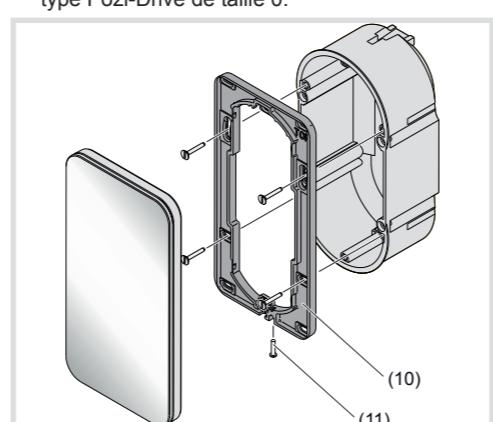

Figure 3
- Orienter le cadre de montage (10) et le visser sur la boîte d'encastrement ou le mur (figure 3). Respecter le marquage TOP = EN-HAUT. Utiliser le jeu de vis fourni.
- Raccorder la tension du bus KNX à la borne (6).
- En option : raccorder la sonde de température externe à la borne (5).